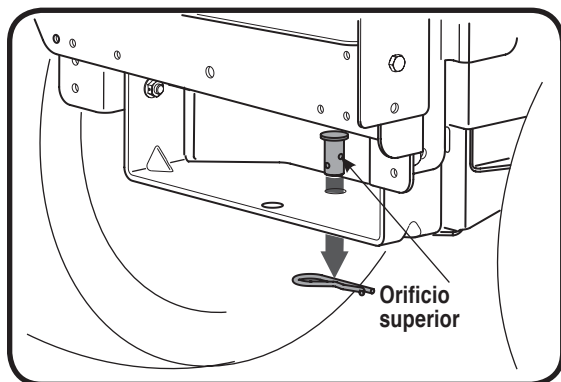

Figura 12
6. Reinserte el pasador de horquilla a través de los orificios alineados en el conjunto del soporte y en la placa de enganche y ajústelo con el broche de horquilla que se retiró antes. Consulte la Figura 12 para referencia.